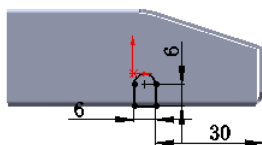

图 9.34 横断面草图
② 定义横断面草图。在草图环境中绘制图 9.34 所示的横断面草图。